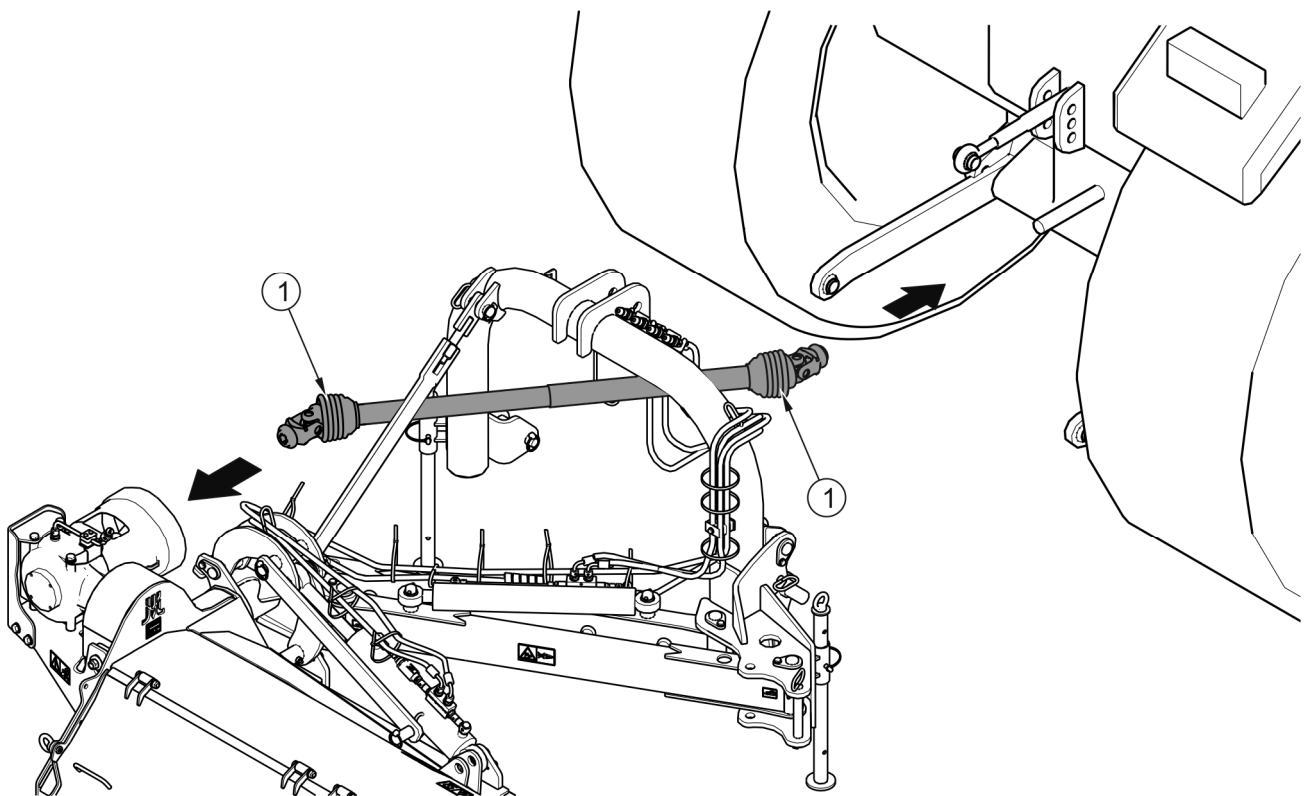

РИСУНОК 4.7 Подсоединение телескопического карданного вала
Прежде чем приступить к агрегированию косилки, необходимо обязательно ознакомиться с содержанием инструкции, приложенной производителем вала, и соблюдать изложенные в ней указания. Перед подсоединением к трактору необходимо проверить техническое состояние кожухов (1) вала (РИСУНОК 4.7), наличие и комплектацию предохранительных цепочек и оценить общее техническое состояние вала.